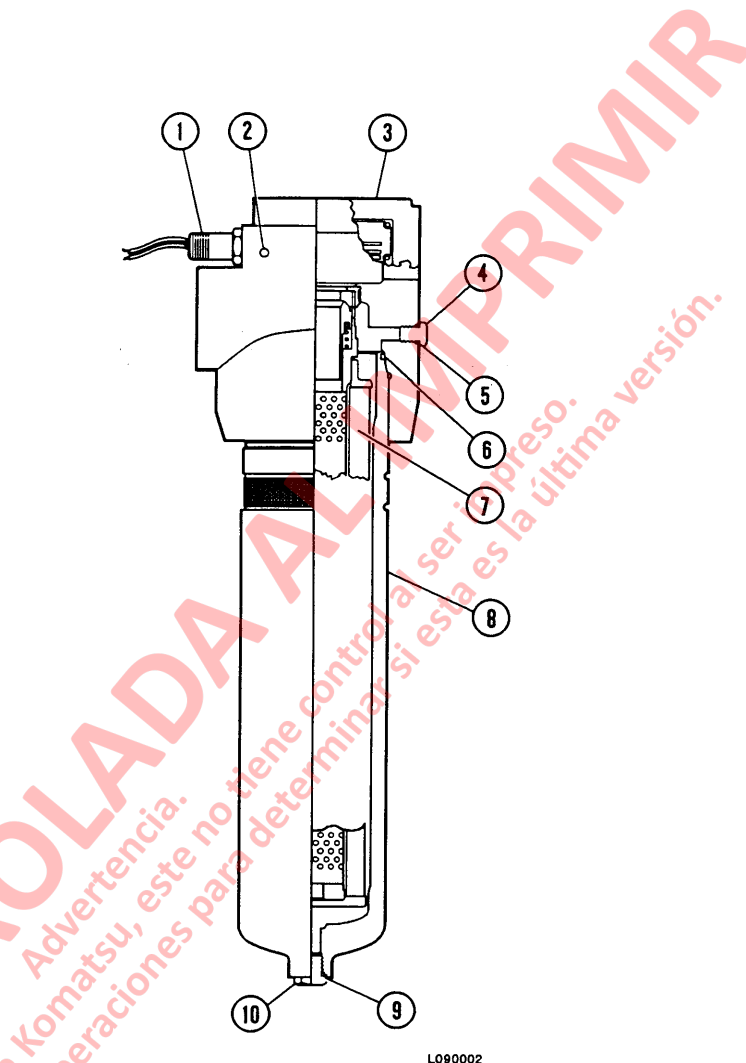

FIGURA 9-2. FILTRO DEL CIRCUITO DE DIRECCION
El filtro del circuito de la dirección (Figura 9-2) está ubicado en el lado interior del estanque de combustible. El filtro proporciona una protección de filtrado secundario para el aceite hidráulico que fluye a la válvula del múltiple de purga para los sistemas de freno y dirección.
2. Saque el tapón (10, Figura 9-2), suelte el tapón de purga (4) y drene el aceite de la caja en un recipiente adecuado.
El interruptor indicador (1, Figura 9-2) viene ajustado de fábrica para accionar a 35 psid (240 kPa). Este interruptor y la luz de advertencia deben ser probados en forma rutinaria como parte del programa de mantenimiento regular del vehículo. Consulte "Procedimiento de Prueba del Interruptor Indicador".